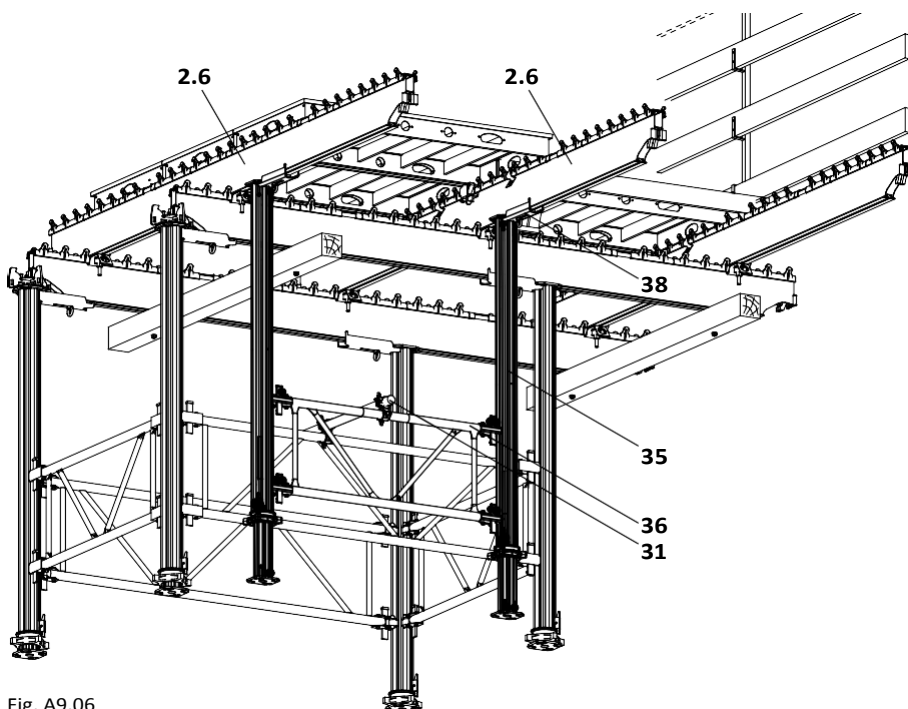

Fig. A9.06
2. Закрепете 2 MULTIPROP подпори MP (35) на 1.50 m от конзолния край с помощта на свързката за маса STV (38).
3. Свържете MULTIPROP подпорите MP с MULTIPROP рамката MRK 150 (36).
4. Свържете рамките MRK 150 към рамките MRK 225 (36.1) с поне една тръба за скеле L = 2.25 m (31) и три жабки за скеле. (Fig. A9.06)